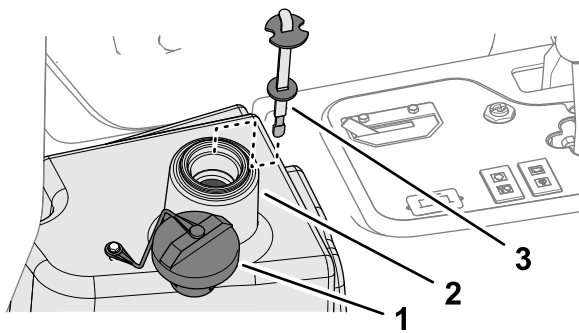

Figura 95
4. Riempite il serbatoio idraulico (Figura 95) con circa 22,7 litri di fluido idraulico; fate riferimento a Specifiche del fluido idraulico \(pagina 65\).